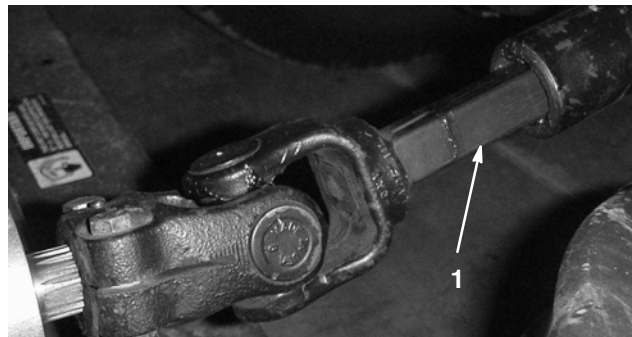

Bild 22
5. Stellen Sie den Motor ab und schieben Sie das Mähwerk von der Zugmaschine und dem Trägerrahmen weg, trennen Sie die Außen- und Innengewindeteile der ZWA-Welle (Bild 22).